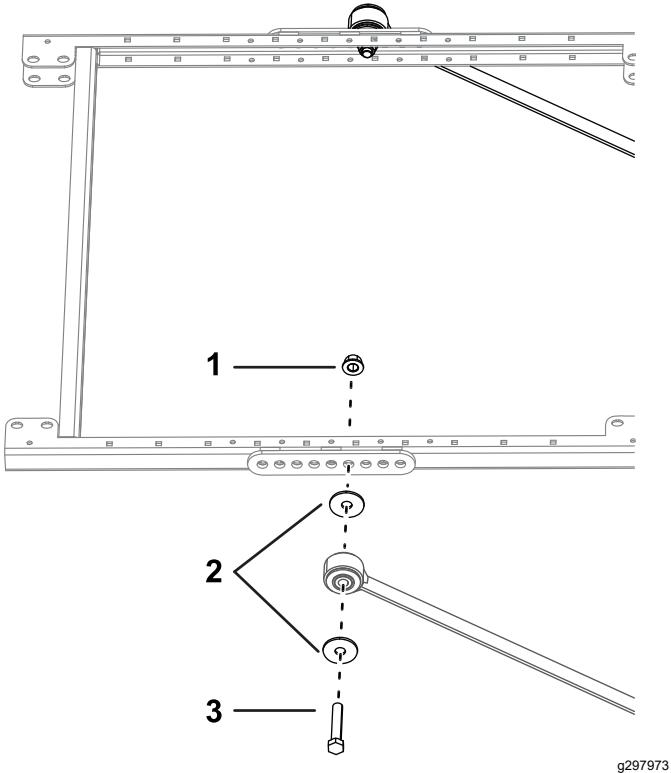

Figura 12
12. Su ciascun lato del telaio del parasole montate, senza serrarla, una biella sul quarto foro del supporto di montaggio dell'ancoraggio con 2 bulloni (1/2" x 2 3/4"), 2 rondelle grandi e 2 dadi flangiati (1/2"), come illustrato nella Figura 12.